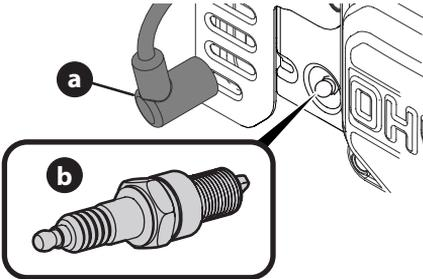

Figura 16
1. Retire la funda de la bujía (a) y utilice una llave para bujías para extraer la bujía (b) (Figura 16).